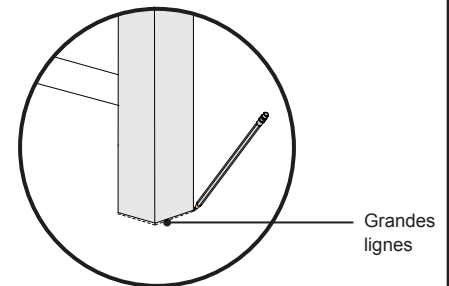

Figure 20. Marquage de l'emplacement
- En utilisant un crayon, légèrement le contour de chaque pied de support. Retirer la baignoire (Figure 20).